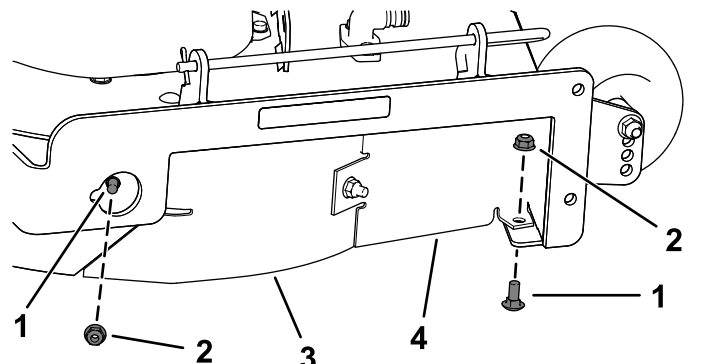

Figura 32
7. Retire los 2 pernos de cuello cuadrado (5/16" x 3/4") y las 2 contratuercas (5/16") que sujetan el deflector derecho y el protector del deflector montados en la carcasa del cortacésped (Figura 32).